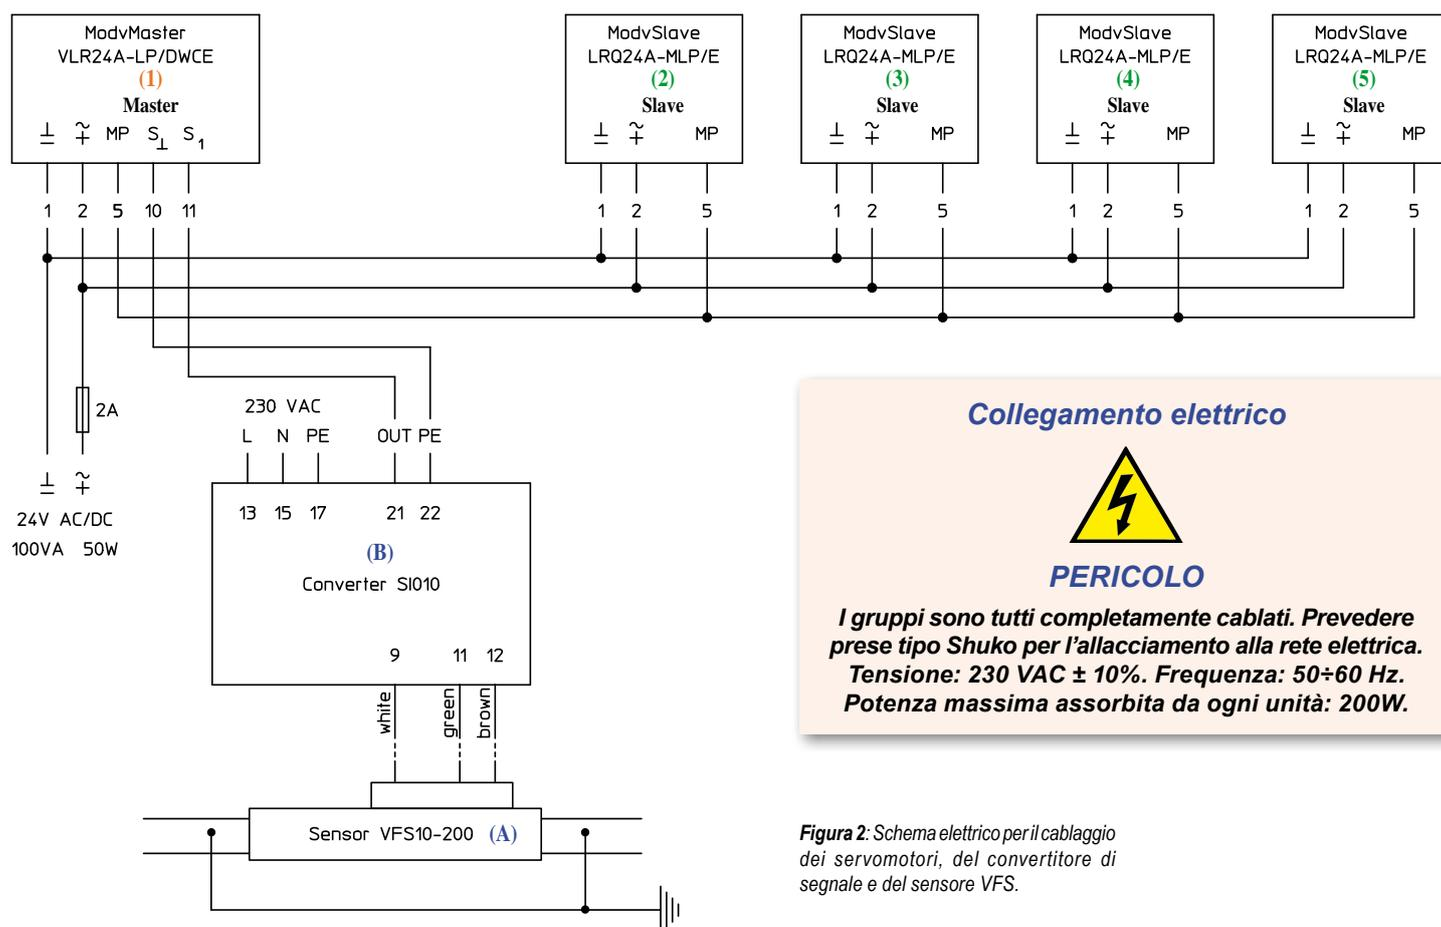

Figura 2: Schema elettrico per il cablaggio dei servomotori, del convertitore di segnale e del sensore VFS.
Realizzare le connessioni elettriche attenendosi scrupolosamente allo schema di figura 2, che si riferisce esclusivamente al cablaggio del sensore VFS (A), del convertitore di segnale (B) e dei servomotori ModvMaster (1) e ModvSlave (rispettivamente numerati 2, 3, 4, 5); **non è inoltre necessario intervenire sulle connessioni elettriche interne dei singoli ModvFresh i quali, essendo precablati direttamente in fabbrica, devono soltanto essere collegati alla rete elettrica tramite l'apposita spina.**